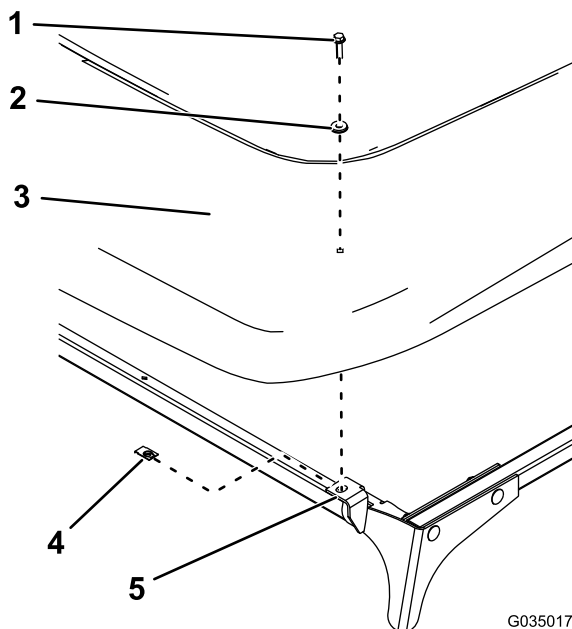

图12
12. 如图12所示，用2个夹子、2个密封垫圈和2个六角头螺栓（1/4 x 1 英寸）将遮阳篷安装到前安装板上。